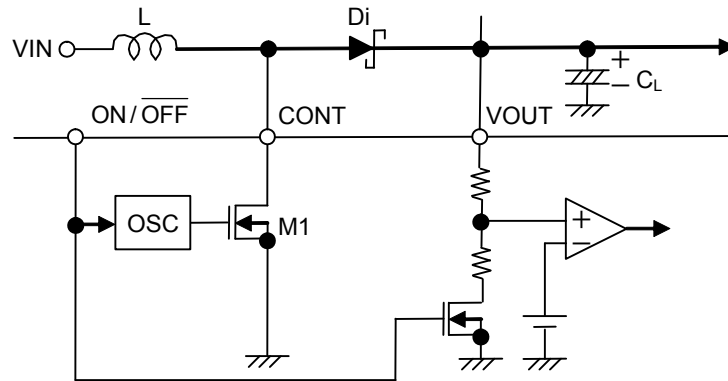

图18 升压型DC/DC控制器的基本方式的电路
升压型DC/DC控制器的基本方式{ (1) ~ (7) }如下所示。(参阅图18。)